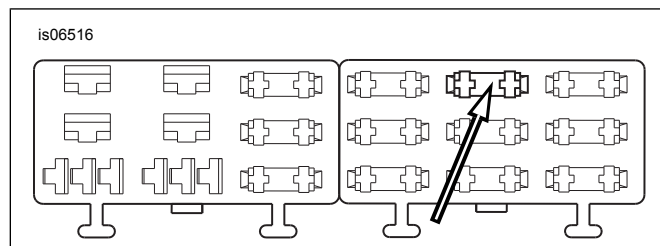

Рисунок 26. Полость блока предохранителей P&A IGN (Softail 2004—2010 гг.)
- См. Рисунок 26. Найдите канал предохранителя, обозначенный P&A IGN (ЗАЖИГАНИЕ, ЗАПАСНЫЕ ЧАСТИ И АКСССУАРЫ) на крышке правого блока предохранителей. Вставьте клемму на оранжево-белом проводе адаптера до упора. В качестве ориентира по глубине и ориентации используйте расположенную рядом клемму, установленную на заводе.